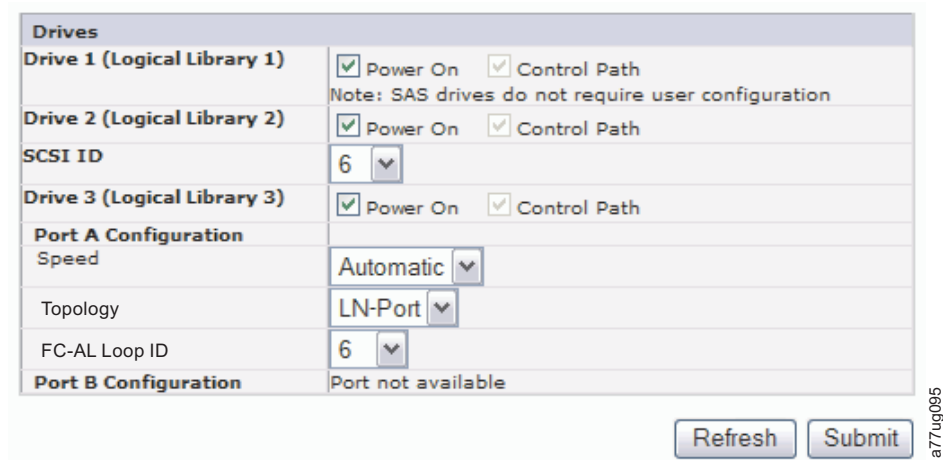

Figura 49. Pantalla Configure Library: Drive
2. Seleccione los valores deseados para cada unidad mostrada (SCSI, SAS o canal de fibra). Consulte Figura 49.